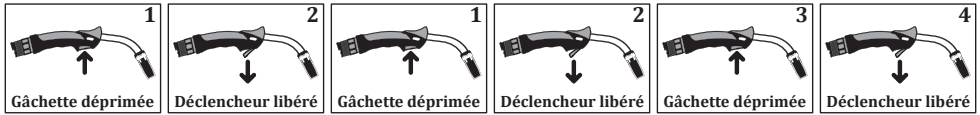

Figure 15 : Utilisation de la Position 2
- La position 2 fonctionne comme indiqué à la figure 15.